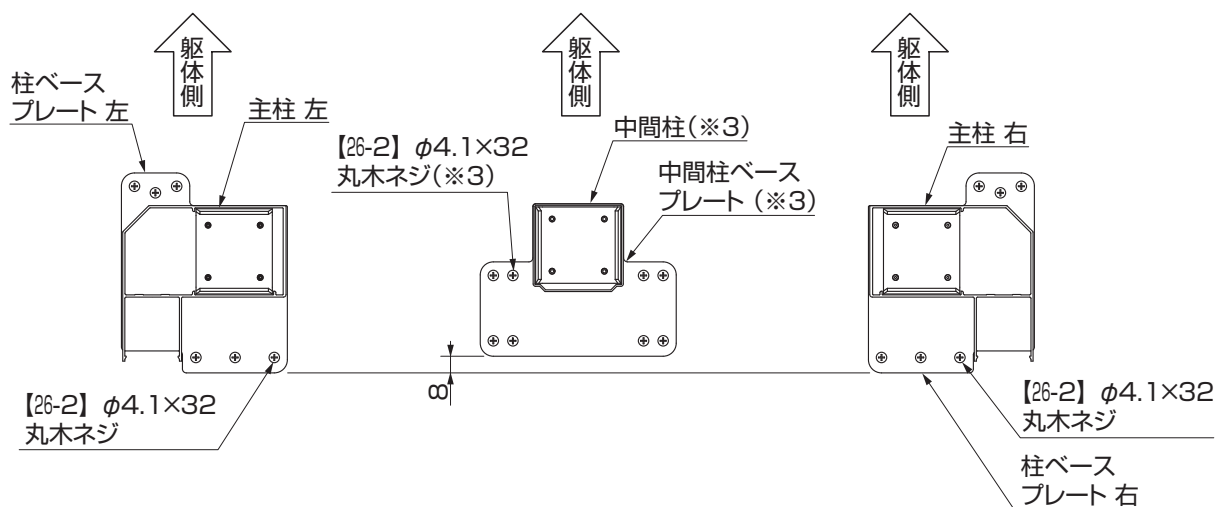

図3-12 柱・柱ベースプレート取付け方向
- 柱ベースプレートには取付ける方向があります。(図3-12参照)
③「3 柱の位置出し」および図3-12を参照して柱ベースプレートの位置を確認してください。